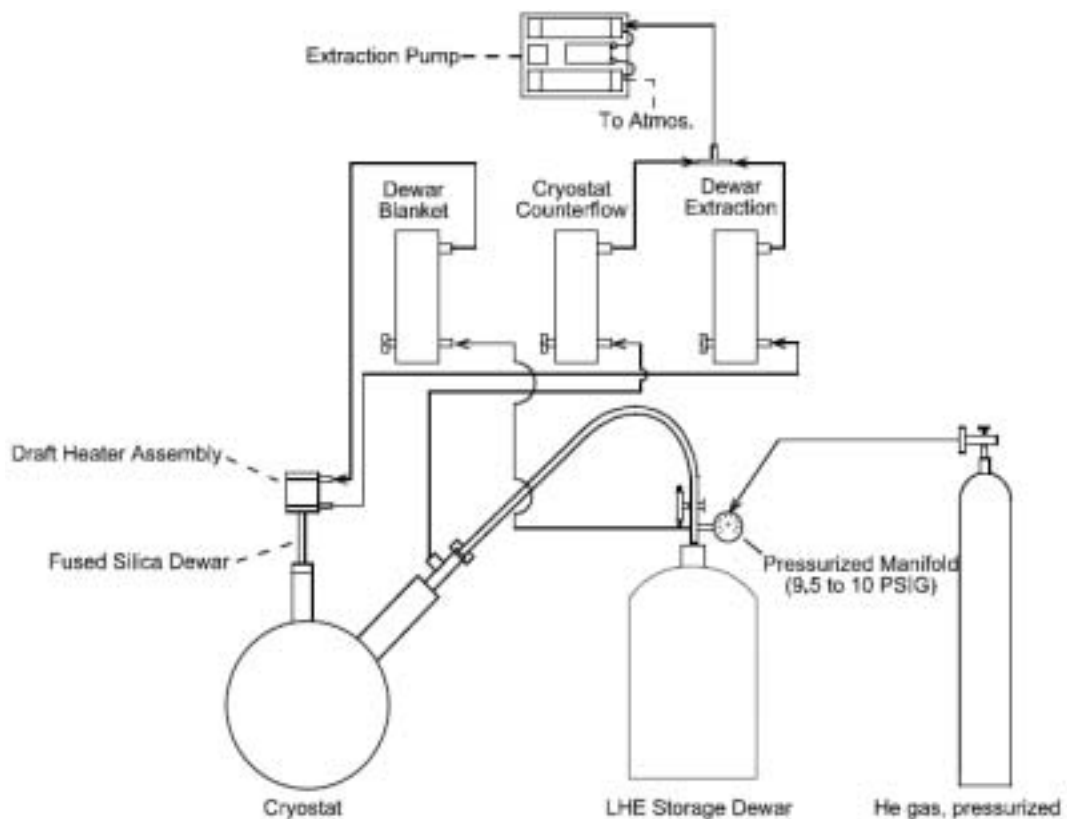

図 5 Gas Flow Connections
2. CRYOSTAT VAC GAUGEとクライオスタット"vacuum tube"を接続します。もう一本のケーブルは、後でトランスファーラインの"vacuum tube" (図5参照)に接続します。
- 6、図5で示す様に、液体ヘリウム容器の加圧用接続ポートに圧縮ヘリウムガスを接続します。冷却の間 およそ 9.5PSIGを維持するために、2-ステージガス圧力調整器を使用して下さい。今の時点では圧力を加えないで下さい。